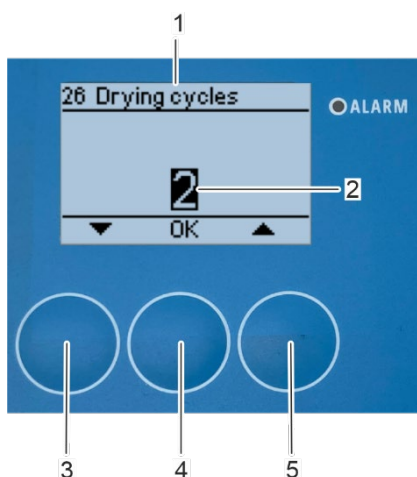

Figura 136: Ajuste del ciclo de secado
⇒ Entonces aparecerá en pantalla el submenú «26 Ciclo de secado» (Figura 136/1).
3. Seleccione el ciclo de secado que desee (Figura 136/2) mediante los botones de flecha [arriba] (Figura 136/5) y [abajo] (Figura 136/3).
4. Confirme la selección pulsando [Aceptar] (Figura 136/4).